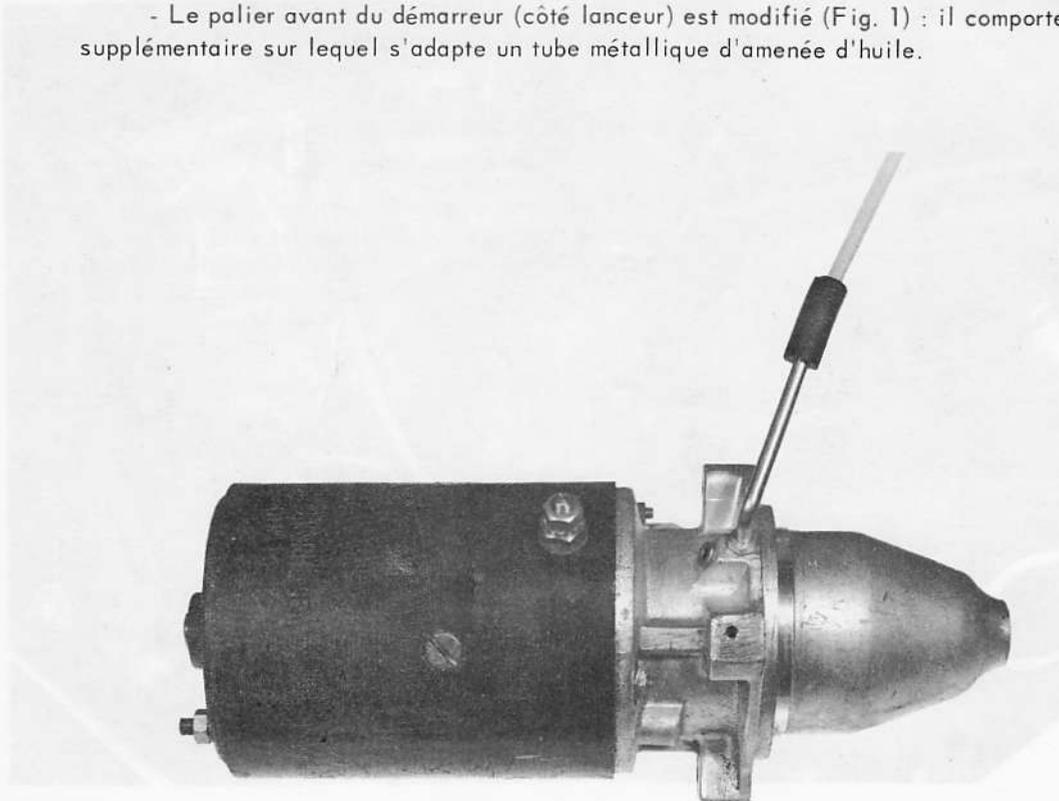

Fig. 1
- Le palier avant du démarreur (côté lanceur) est modifié (Fig. 1) : il comporte un perçage supplémentaire sur lequel s'adapte un tube métallique d'amenée d'huile.